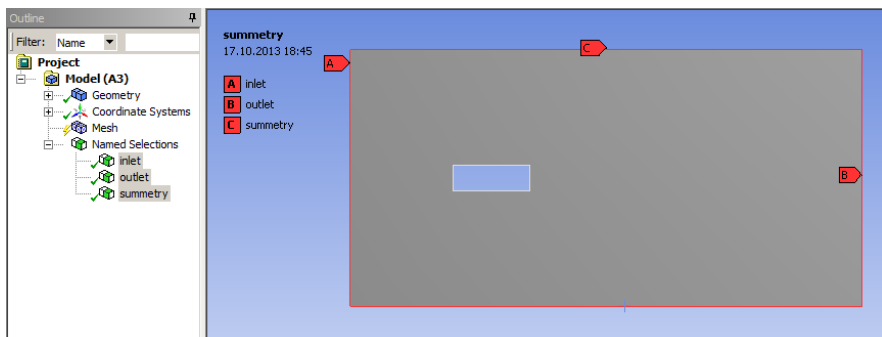

Рис. 15 – Необходимые выделенные границы модели
**Шаг 2.** Аналогичным образом необходимо подписать границы *outlet* - для правой боковой грани, *symmetry* - для верхней и нижней границы модели (рис. 15). Чтобы повернуть модель, используйте среднюю кнопку (колёсико) мыши.